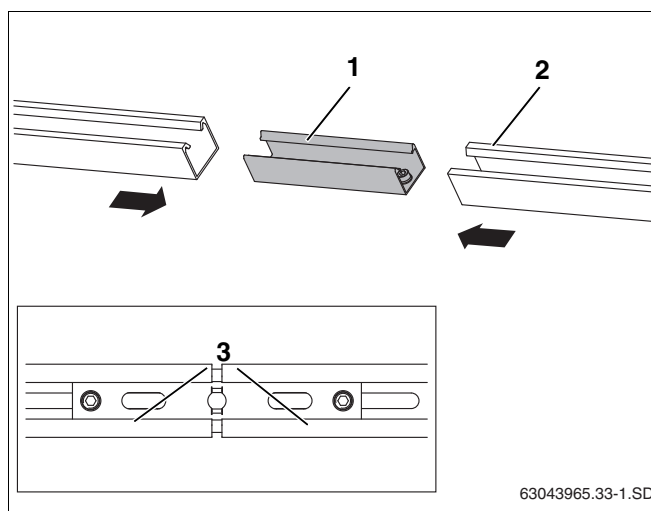

Рис. 31 Соединение профильных реек
- ▶ Задвиньте до упора вставку (рис. 31, **поз. 1**) в обе профильные рейки (рис. 31, **поз. 2**).
- ▶ Для фиксации затяните ключом SW 5 два предварительно установленных во вставку стопорных винта M10 (рис. 31, **поз. 3**).